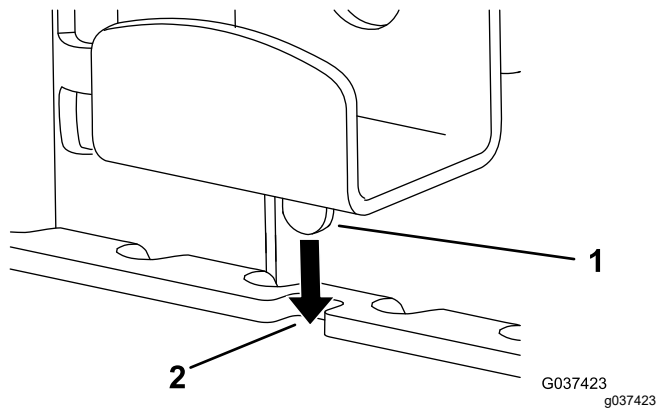

図 7
2. ノブをゆるめて上部ブラケットを下げ、ヒンジブラケットの切り欠きにタブを入れる 図 7。